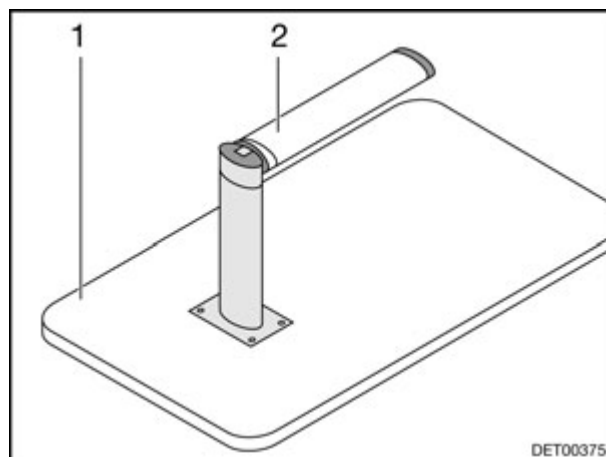

Fig. 48 Sommier de lit
- Soulever légèrement le plateau de table (Fig. 48,1) à l'avant de 45°.
- Tirer la partie inférieure du pied de table (Fig. 48,2) vers le bas et le rabattre de 90°.